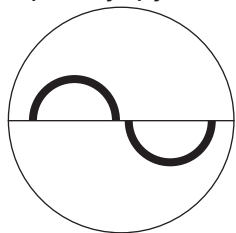

Рисунок 1: Изображения полуколец в центре поля зрения.
- Используйте джойстик управления щелевой лампы для внесения каких-либо необходимых корректировок для получения плоской поверхности, наблюдаемой в виде двух полукруглых поверхностей одинакового размера в центре поля зрения. (Рисунок 1). Небольшие регулировки вниз, выполняемые при помощи джойстика, не будут оказывать влияния на размер полукруглых изображений.